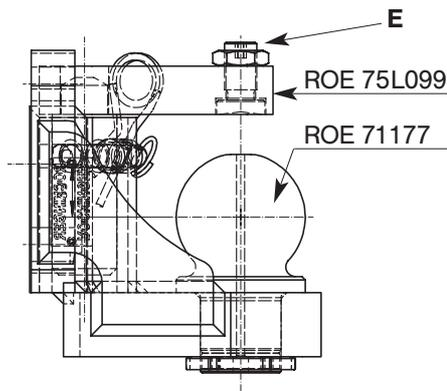

Abb. 5
- Spiel zwischen Niederhalter und Kalotte mit Einstellschraube (**E**) regulieren (s. Abb. 5)